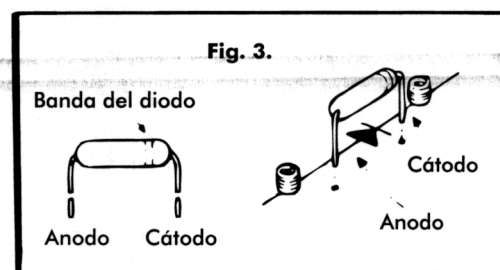

Fig. 3.
- a. Curve cada hilo del diodo mediante la pinza de punta larga. Observe la fig. 3.